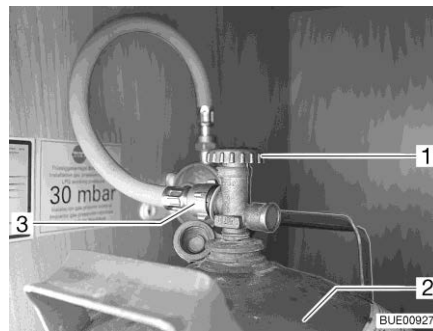

Bild 176 Gaskasten
- Haupt-Absperrventil (Bild 176,1) an Gasflasche (Bild 176,2) schließen. Pfeilrichtung beachten.
- Gasschlauch (Bild 176,3) von Gasflasche abschrauben.